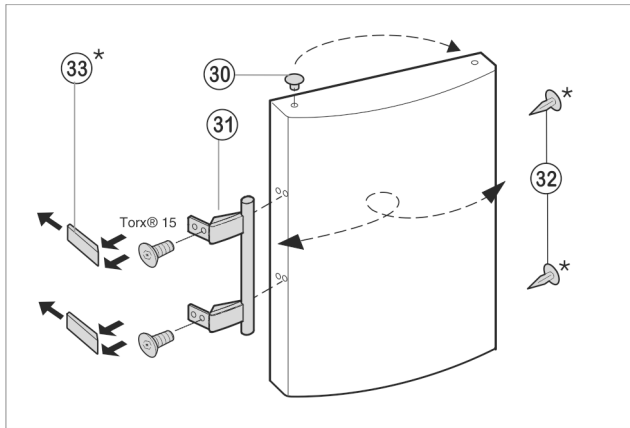

Fig. 8
- ▶ Извлеките пробку Fig. 8 (30) из опорной втулки дверцы и переставьте.
- ▶ Снимите и переставьте на противоположную сторону дверную ручку Fig. 8 (31), пробку Fig. 8 (32) и прижимные пластины Fig. 8 (33).